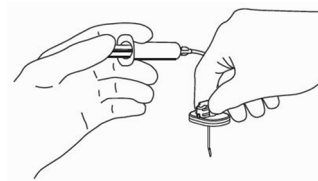

図 2
- 2) 生理食塩液を充填した 10 mL 以上のシリンジをルアーコネクタに接続する。ハンドルを把持してニードルカバーを取り外し、本品をプライミングする (図 2)。